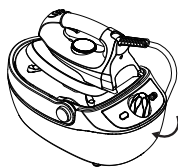

Fig.7
- Apriete totalmente la válvula de seguridad. (Fig.7)